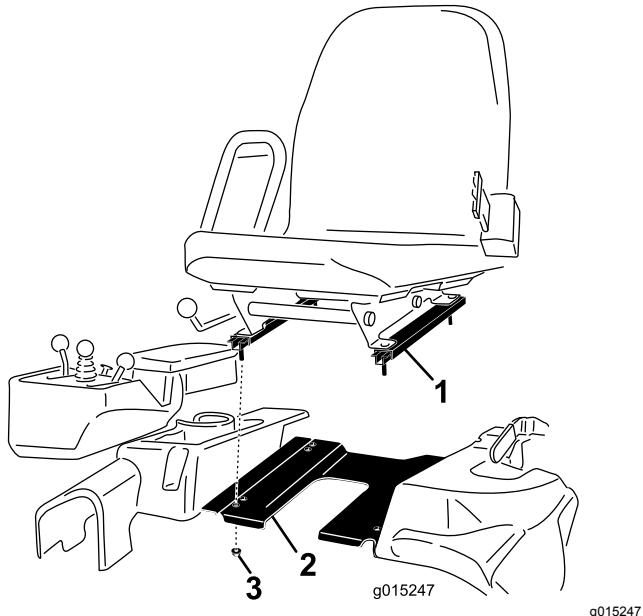

Figura 3
3. Retire y deseche las cuatro tuercas que sujetan los raíles del asiento a la base del asiento, y retire el asiento (Figura 3).